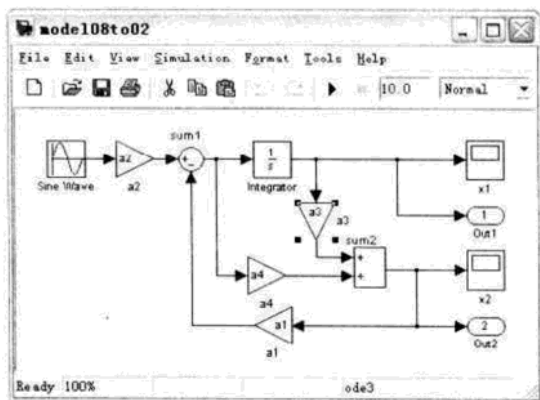
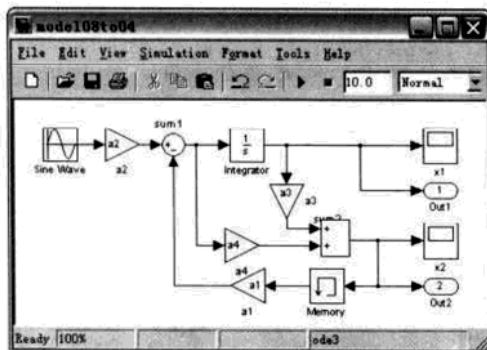

图 8.4 具有代数环的系统模型
图 8.6 添加记忆模块的 Simulink 模型
(1) 用 Simulink 建立方程组模型，保存为 model08to02.mdl，如图 8.4 所示。
利用 Memory 模块消除代数环。在图 8.4 所示 Simulink 模型的基础上, 添加一个记忆环(Memory)模块, 保存为 model08to04.mdl, 如图 8.6 所示。